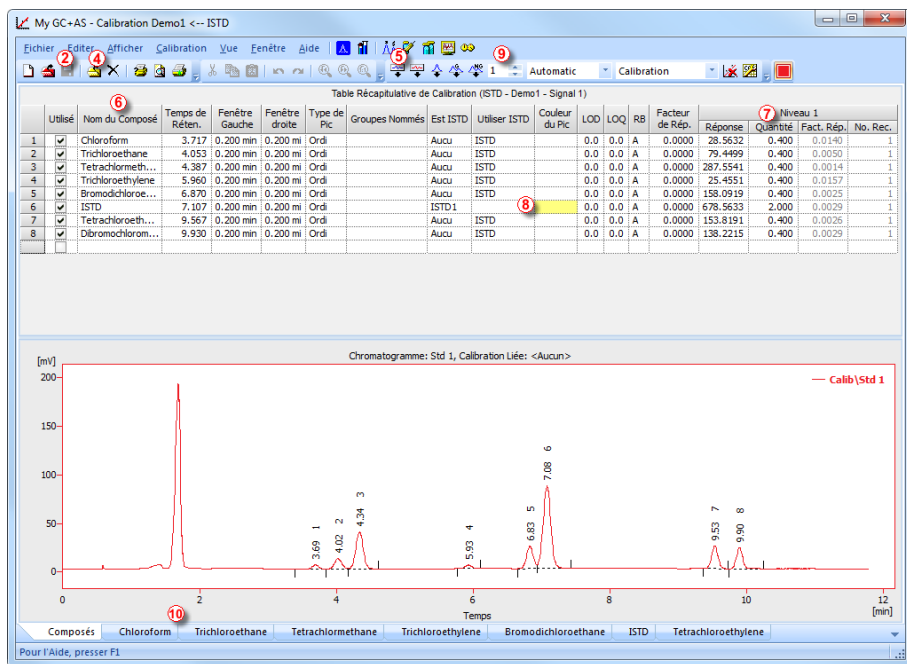

Fig 10: Fenêtre Calibration - standard chargé
- Cliquer sur n'importe quelle rangée dans le *tableau des Résultats* ③. Le pic (ou les pics) correspondant à la rangée sur laquelle vous avez cliqué changera selon la couleur du signal. Ce changement durera jusqu'à ce que la mise au point dans le *tableau des Résultats* soit annulée.
- Pour ajouter une couleur permanente au pic, cliquer sur le bouton *Voir* ④ sur le côté droit de l'onglet *Résultats*. Ceci vous guidera jusqu'au fichier de calibration lié. Là, dans la *Table Récapitulative de Calibration*, trouver la colonne *Couleur de Pic* (voir **Fig 10** sur la page **23**). Dans la rangée correspondante du pic à colorer, sélectionner la couleur appropriée et cliquer sur *OK*. Retourner sur la fenêtre *Chromatogramme* en utilisant l'icône  dans le menu. Le pic sélectionné est maintenant coloré selon la couleur sélectionnée dans la fenêtre *Calibration*.
- Vous pouvez changer l'intégration des pics en utilisant l'icône interactif de la barre d'outils sur le côté gauche de la fenêtre *Chromatogramme* ⑤ ou directement sur l'onglet *Intégration* ⑥. Tout changement apporté de toute façon changera le **tableau Intégration** et peut être copié à au modèle de méthode.
- Vérifier que le champ *Niveau Actuel* soit réglé sur 1 pour définir le niveau de calibration 1. Utiliser l'icône (bleue) ⑤ *Ajouter tout* pour déplacer tous les pics identifiés vers la table de calibration. La table de Calibration apparaît dans la fenêtre **Calibration**, prête à être complétée comme on le voit sur **Fig 10** sur la page 23.
- Comme on peut le voir clairement dans la calibration, des pics particuliers sont maintenant identifiés en fonction uniquement de leurs temps de rétention. Cliquer et modifier les champs dans la colonne *Nom du Composé* ⑥ selon ceux observés sur **Fig 10** sur la page 23. Vous pouvez également définir la couleur de pic pour certains pics, par exemple le pic ISTD, dans la colonne *Couleur de Pic*.
- Remplir la colonne *Quantité* ⑦ avec la concentration de composés particuliers. Dans ce mélange standard, tous les composés à l'exception du pic numéro 6 ont une concentration de 0.4.
- Le pic numéro 6 est marqué comme pic ISTD. Dans la colonne *Type de Pic*, changer son type en ISTD1 ⑧ puis dans la colonne *Quantité* définir son montant à 2.
- Le premier niveau de calibration est maintenant fixé. Dans les onglets des composés individuels ⑩ (nommés d'après le champ *Nom du Composé*) on peut voir le graphe avec calibration linéaire à un seul point.
- Procéder au réglage des autres niveaux de calibration. L'opération est assez simple - utiliser à nouveau l'icône (jaune) *Ouvrir Standard*  ④ pour ouvrir un autre standard de calibration nommé STD 2.PRM. Régler le niveau de calibration dans le champ *Niveau Actuel* ⑨ sur 2 et utiliser l'icône (bleu) *Ajouter Tout*  ⑤. Remplir la colonne *Quantité* avec la valeur 1.0 (sauf pour le pic ISTD, dans laquelle la valeur 2 doit être utilisée à nouveau).
- Régler le troisième niveau de calibration de la même manière en utilisant le fichier STD 3.PRM et la *Quantité* de 3.0 et le quatrième niveau (fichier STD 4.PRM, *Quantité* 5.0), sauf pour le pic ISTD (*Quantité* 2 à chaque fois). Dans les onglets des composés individuels ⑩, on peut voir la calibration quatre points linéaire. Enregistrer le fichier de calibration maintenant en utilisant l'icône *Enregistrer Calibration*  ② sous le nom CALIBDEMO.CAL dans le répertoire par défaut.